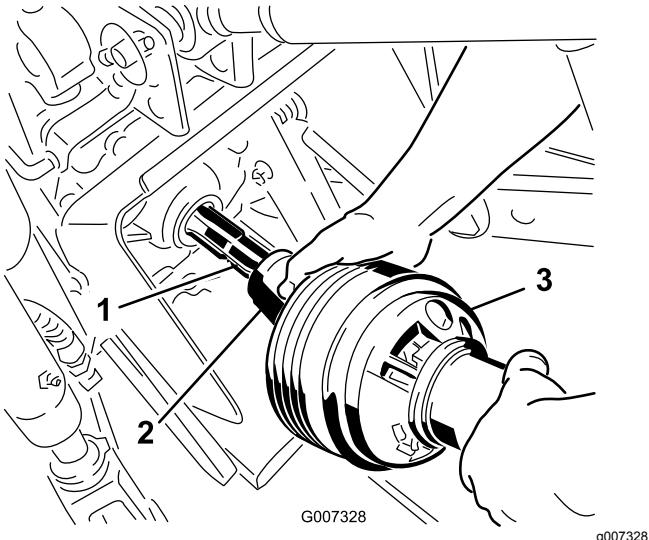

Bild 24
3. Kuppeln Sie die Zapfwelle an der Zapfwelle des Traktors an (Bild 24).